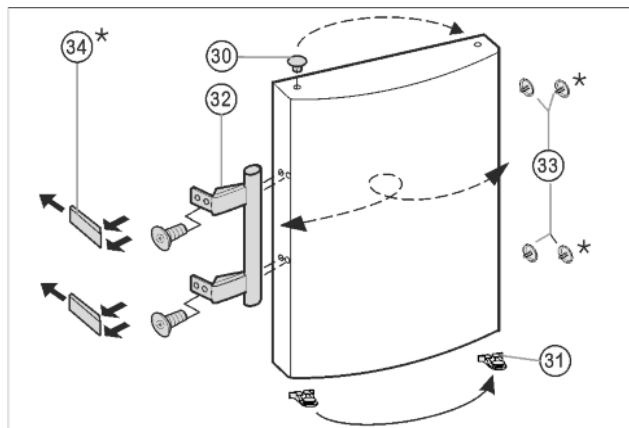

Fig. 8
- ▶ Scoateți dopul Fig. 8 (33) din bucașa suport a ușii și fixați-l pe latura opusă.
- ▶ Demontați mânerul ușii Fig. 8 (32), dopurile Fig. 8 (33) și plăcile de presare Fig. 8 (34) și instalați-le pe partea opusă.